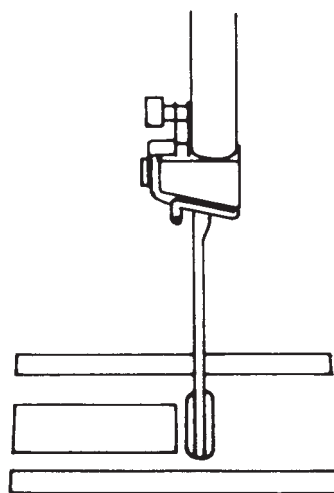

Рис. 13
- Сместите вперед или назад ось вместе с маятниковым устройством 14, чтобы игла находилась точно в середине прорези игольной пластины (рис. 13).